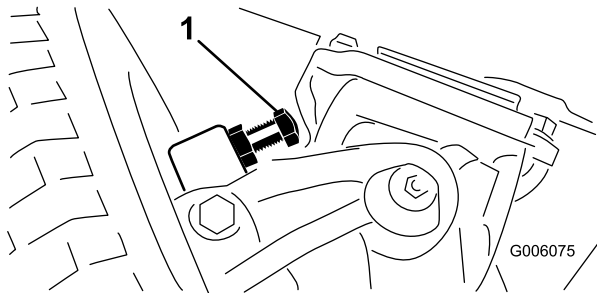

Figura 72
- Enrosque o desenrosque los pernos hasta obtener el espacio de 2,3 mm (Figura 72).